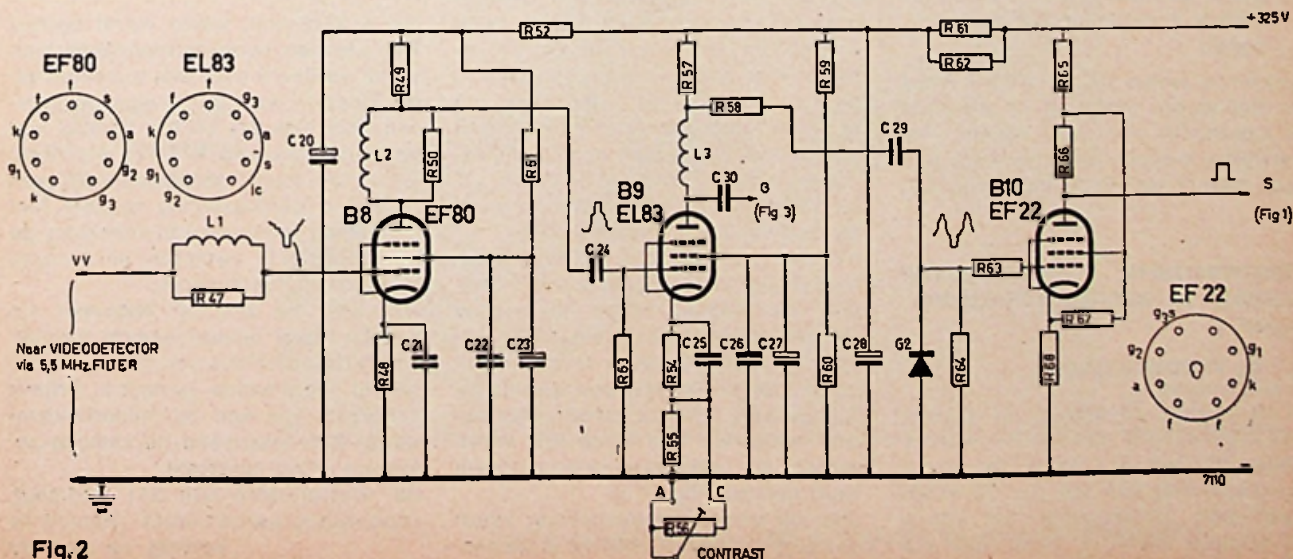

Fig. 2
B. DE SYNCHR.SCHIEDER B10 (fig. 2)